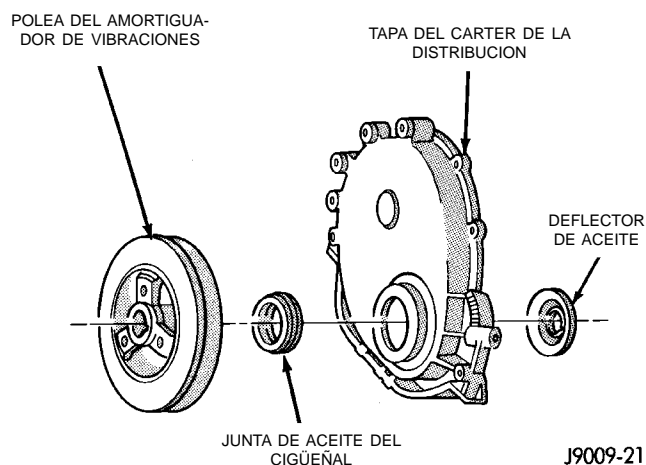

Fig. 39 Componentes de la tapa del cárter de la distribución
(1) Desconecte el cable negativo de la batería.
(2) Retire el amortiguador de vibraciones.
(3) Retire el conjunto de ventilador y maza y retire la cubierta del ventilador.
(4) Retire las ménsulas de transmisión accesorias acopladas a la tapa del cárter de la distribución.
(5) Retire de la culata de cilindros del motor el compresor del A/A (si está equipado) y el conjunto de la ménsula del generador y déjelos a un lado.
(6) Retire los pernos que unen el colector de aceite a la tapa del cárter de distribución y los pernos que unen la tapa del cárter de distribución al bloque de cilindros.
(7) Retire del motor la tapa del cárter de la distribución y la junta. Asegúrese de que el resorte de tensión y el pasador de empuje no se desprendan del perno de ajuste previo.
(8) Separe la junta de aceite del cigüeñal de la parte delantera de la tapa del cárter de distribución (Fig. 39).